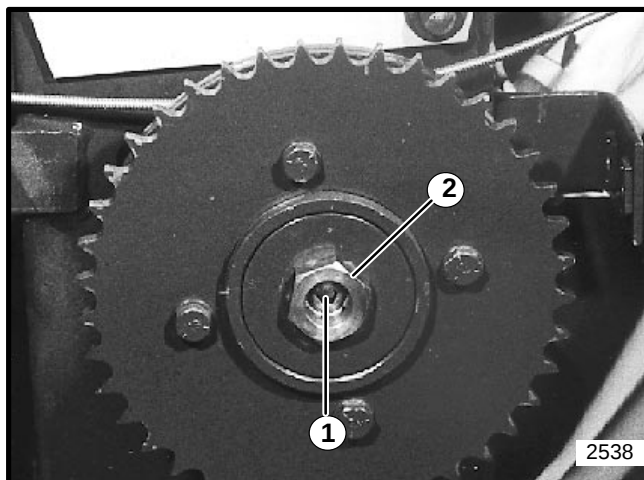

Figura 23
2. Desde el lado izquierdo del cortador, remueva el escudo de la correa y afloje el tornillo y el perno. Remueva la cadena de corte y termine de remover el tornillo y el perno. Remueva el forro del volante y el pedal. Vea la Figura 23. Si los cojinetes están desgastados, remuévalos y reemplázelos.